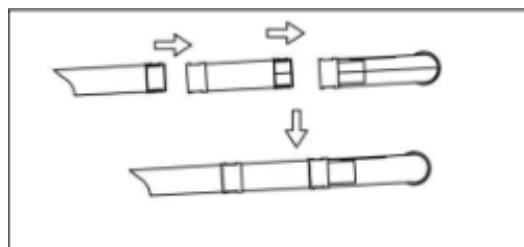

Fig.5
- Соберите три всасывающие трубы, как показано на рисунке (Рис. 5). При сборке обратите внимание на направляющие пазы на деталях всасывающей трубы.